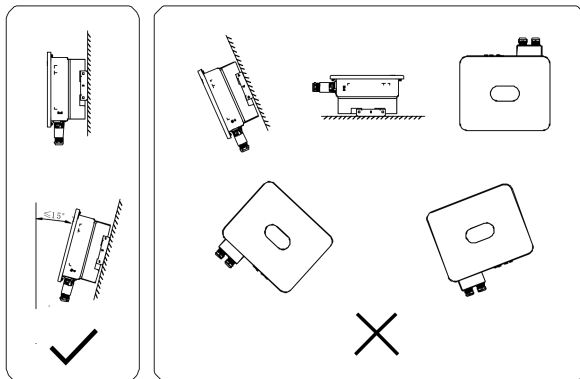

图 4.6 逆变器安装位置
(4) 安装表面应垂直于水平线，如图 4.6 所示。请将逆变器竖直或后仰 $\leq 15^\circ$ 安装，以利于机器散热。不可将逆变器前倾、水平、倒置、后仰过大以及侧倾安装。